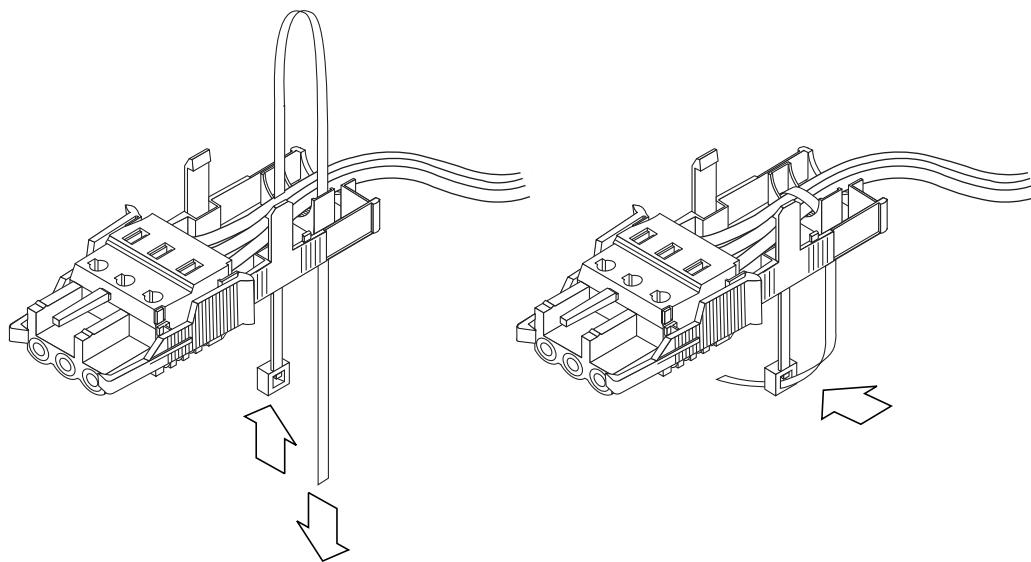

图 5-8 将电线束紧在松紧式缆线架上
4. 将束带经过电线绕回，从松紧式缆线架穿出，然后拉紧束带，将电线固定在松紧式缆线架上（图 5-8）。